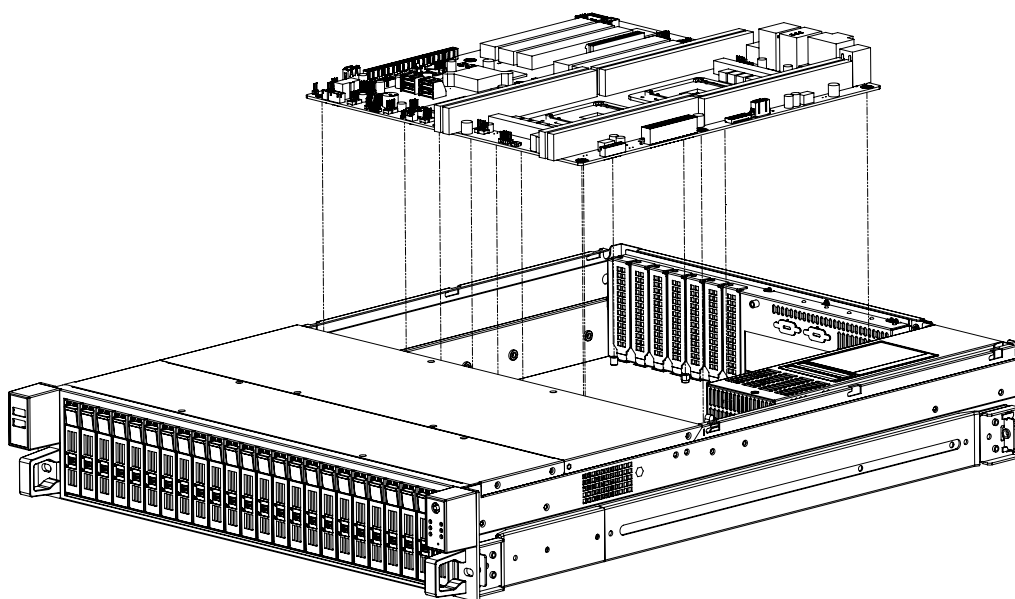

Figure 2.4 Installing a motherboard / 安装主板 / 安裝主機板
2. Attach the motherboard I/O shielding onto the rear plate first. Then fasten the motherboard onto the chassis (see Figure 2.4).
2. 将主板的 I/O 屏蔽衬垫放在后面板上，然后把主板固定在机箱上（如图 2.4 所示）。